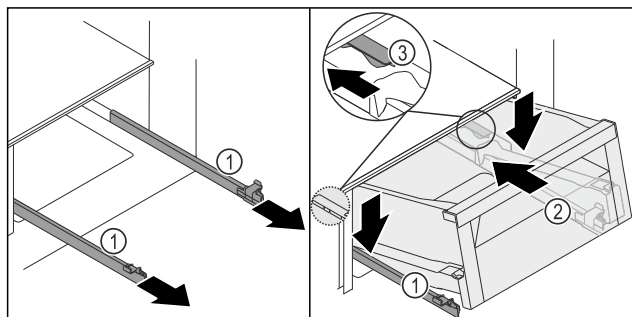
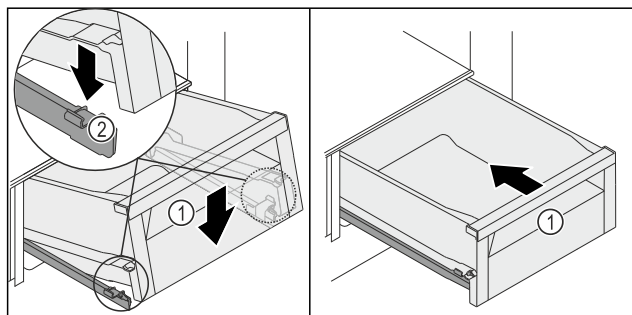

Fig. 101
Fig. 102
- Міцно тримаючи рейки Fig. 101 (1), установіть висувний ящик Fig. 101 (2) зверху за обмежувачем Fig. 101 (3) на рейки Fig. 101 (1).
- Всуňte висувний ящик Fig. 101 (2) на рейках Fig. 101 (1) до упору назад.
- Опустіть висувний ящик Fig. 101 (2) спереду так, щоб він увійшов у затискач Fig. 102 (2) ліворуч і праворуч.
- Висувний ящик Fig. 102 (1) чутно зафіксується з характерним звуком.
- Всуňte висувний ящик Fig. 102 (1).